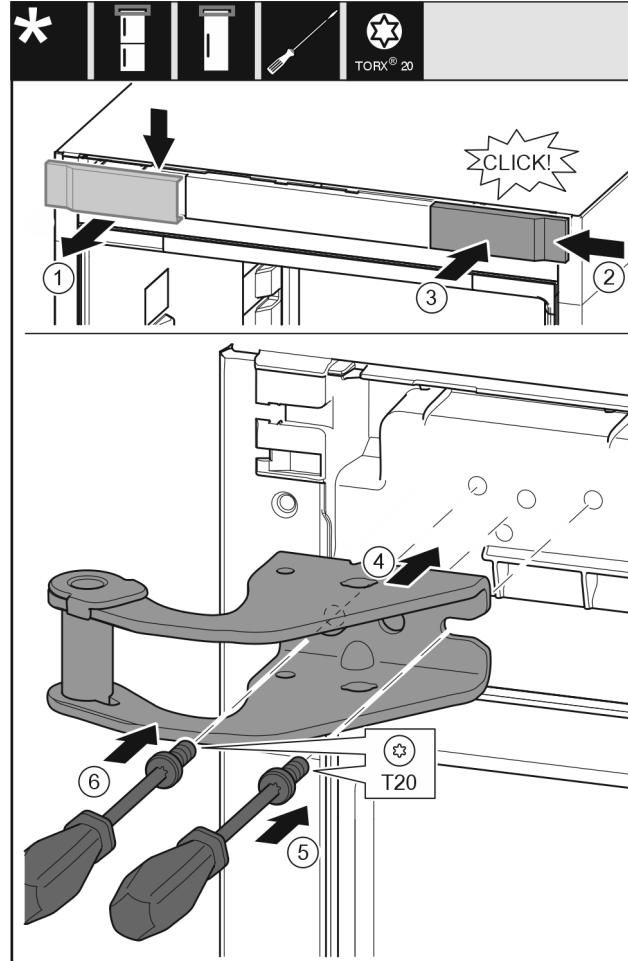

Fig. 9
- Skinite pokrov odozgo prema naprijed. Fig. 9 (1)
- Objesite pokrov okrenut za 180° na drugoj strani s desne strane. Fig. 9 (2)
- Pustite da pokrov uskoči. Fig. 9 (3)
- Postavite gornji podložak ležaja. Fig. 9 (4)
- Odvijačem T20 umetnite i pritegnite vijak. Fig. 9 (5)
- Odvijačem T20 umetnite i pritegnite vijak. Fig. 9 (6)